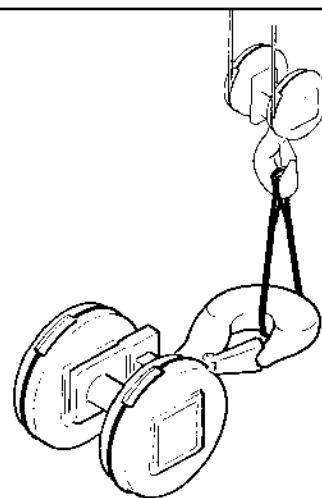

fig. 33
3. Ôter les attaches de la moufle inférieure si elle n'a pas encore été mise en place sur le palan, la positionner au sol et prendre soin de la lever avec des moyens appropriés si son poids dépasse 30 kg (si le poids est supérieur à 30 kg, il est indiqué sur le produit). Toujours utiliser le crochet comme point d'élingage ou de manipulation en cas de déplacement manuel (fig. 33).